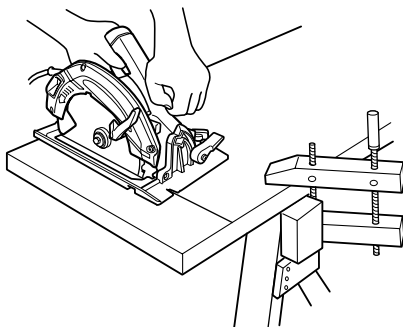

Fig. 4
**AVERTISSEMENT :** Il est important de soutenir la pièce correctement et de tenir solidement la scie pour éviter toute perte de contrôle pouvant entraîner des blessures physiques. La Fig. 4 donne un exemple type de soutien manuel de la scie.